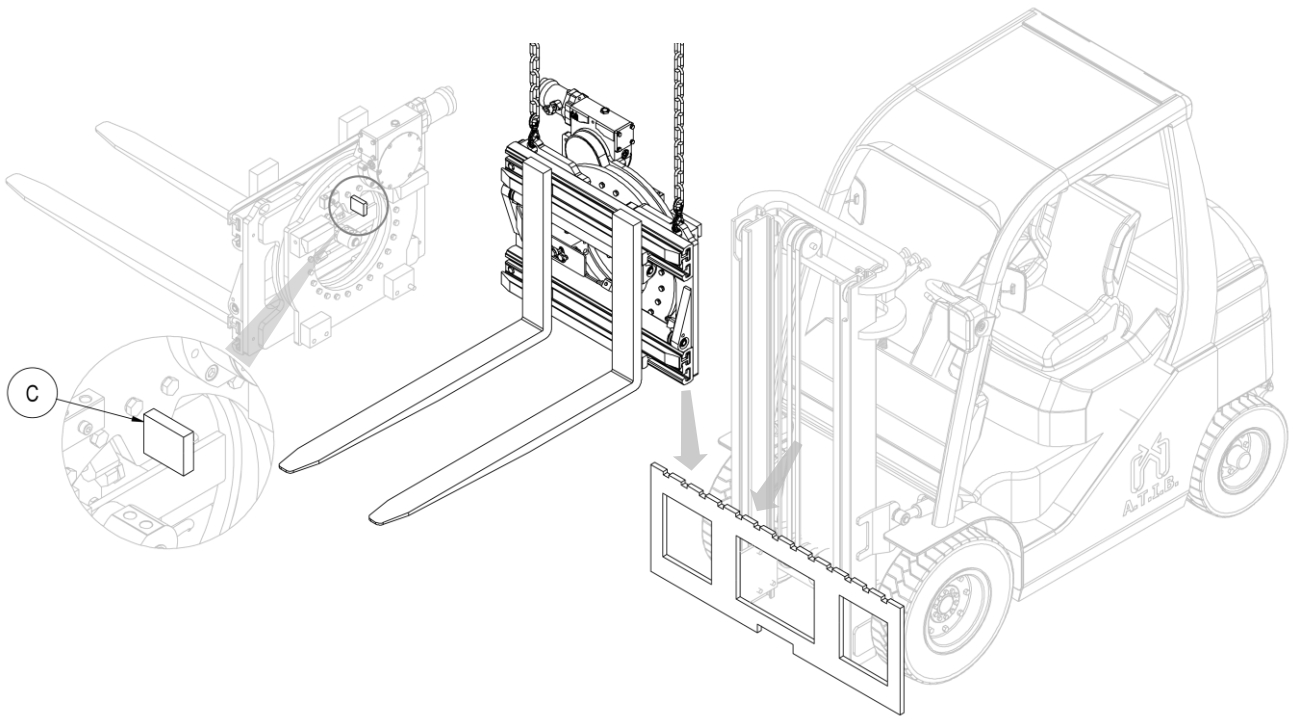

Figura 3
6. Con un carroponete o un paranco di portata sufficiente posizionare l'attrezzatura sulla piastra porta forche, avendo cura di incastrare il dente di centraggio **C** nella tacca centrale della stessa (vedi *Figura 3*).